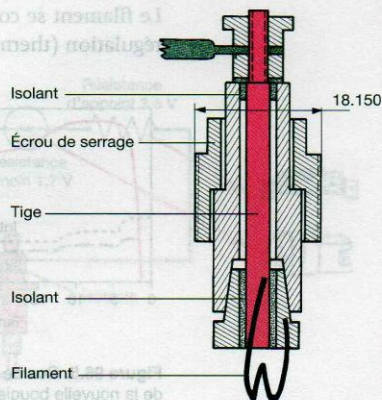

Figure 96.2. Bougie unipolaire à filament
- A. Bougies (bipolaire-unipolaire) à filament (fig. 96.1 et fig. 96.2) ; temps de chauffe = 1 min.
De 12 ou 24 volts, celle-ci ne s'utilise plus sur les véhicules légers (temps de chauffe long). Le filament, court et d'une section plus grosse que sur la bougie crayon, résiste mieux aux vibrations (fig. 96.1 courbe A et fig. 96.2).